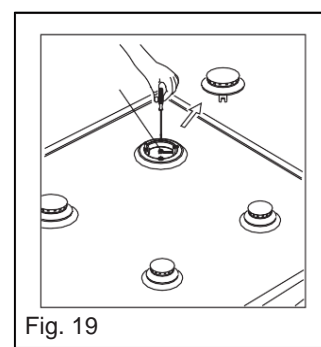
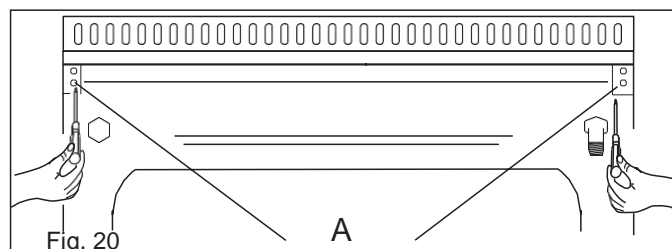

Fig. 19
Fig. 20
18), svitare le viti "V" visibili al di sopra del piano di lavoro (vedi fig.19). Smontare il piano di lavoro svitando le 2 viti "A" posteriori (vedi fig. 20). Una volta svitate le viti sollevare il piano e spingere in avanti, in questo modo è possibile accedere ai componenti interni.